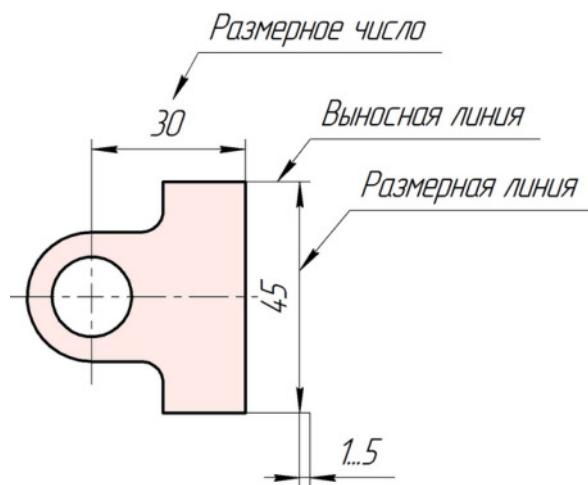
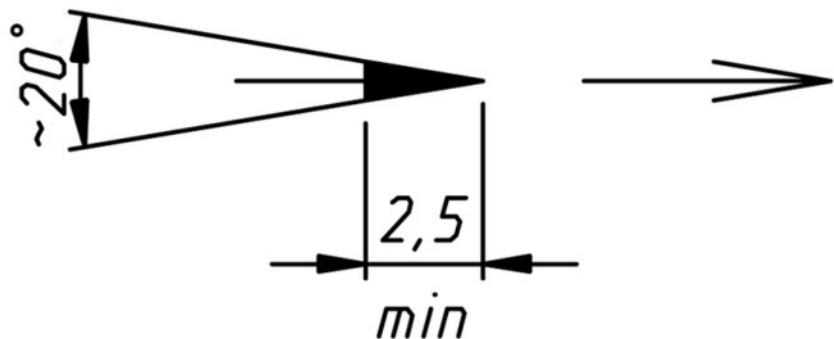

Рисунок 12
Рисунок 13
3. Выносные и размерные линии выполняют сплошной тонкой линией. Размерные линии заканчиваются стрелкой. (Рис. 12 и Рис. 13)